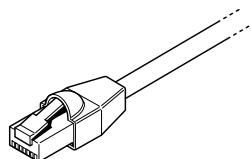

Рис. 2-1 Кабель Xanbus
- Кабели Xantrex – каждое устройство, работающее под управлением сети Xanbus, подключается стандартным сквозным кабелем Ethernet CAT 5e. См. Рис. 2-1 на стр. 2–4. В комплект системной панели управления входит сетевой кабель длиной 2,1 метра При необходимости в дополнительных кабелях или кабелях другой длины их можно приобрести в компании Xantrex или в любом магазине товаров для компьютеров.